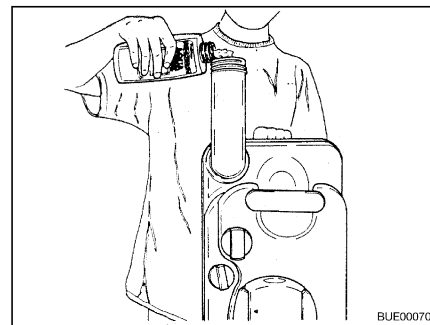

Fig. 190 Remplir de liquide pour sanitaires
- Remplir le réservoir pour matières fécales de la quantité indiquée de liquide pour sanitaires (Fig. 190).